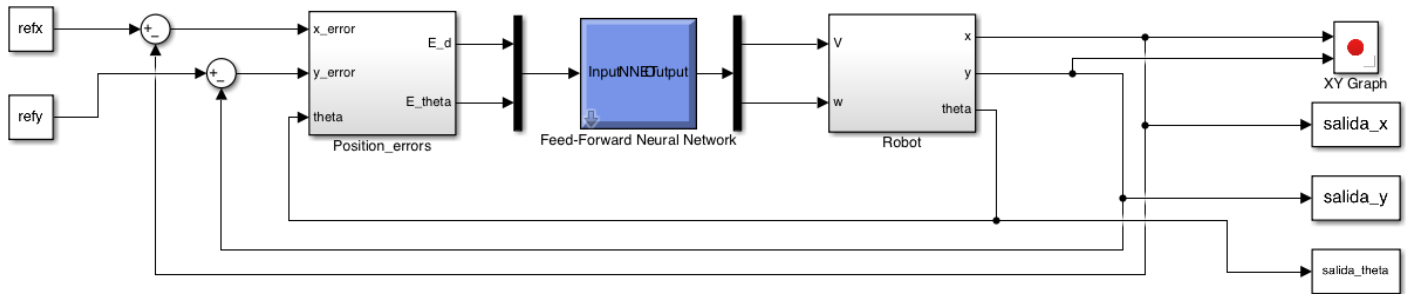

Figura 12. Esquema del controlador neuronal de posición.
- h) Cree un nuevo archivo de simulación “PositionControlNet.slx” con los mismos bloques utilizados en “PositionControl.slx” y donde se utilice la red neuronal en lugar del bloque controlador (Figura 12). Se utilizan bloques multiplexores y demultiplexores para adaptar las señales de entrada y salida como se muestra en la Figura.